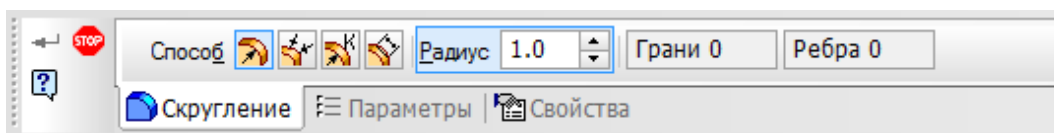

Рис. 12.7
- Введите радиус скругления **25 мм** в поле **Радиус** на **Панели свойств. Способ – Дугой окружности** (рис. 12.7).
производиться быстрее. Обратите внимание: на **Панели свойств** будет указано количество скругляемых граней – **0**, ребер – **2** (рис. 12.7).